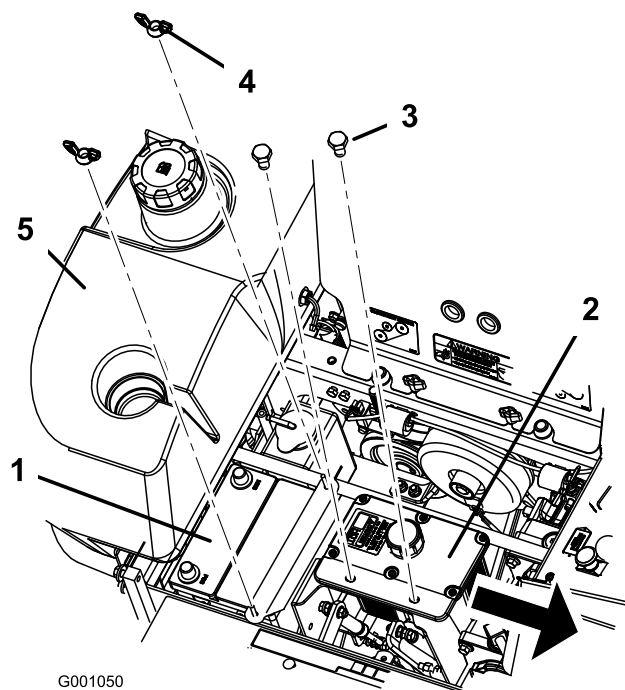

Figura 49
6. Retire ambas tuercas de orejeta (1/4 pulg.) que fijan la brida de la batería (Figura 49).
7. Retire los dos pernos que sujetan el depósito de aceite hidráulico (Figura 49).
6. Fije la batería con pernos en J, una brida de sujeción y 2 arandelas (1/4 pulg.), y 2 tuercas de orejeta (1/4 pulg.) (Figura 49).